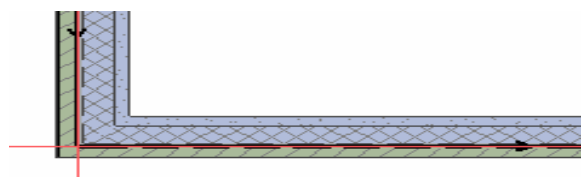
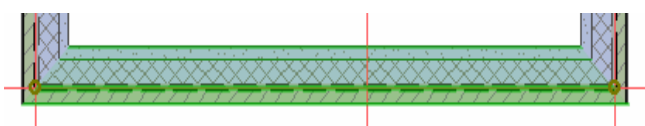

Рис. 40
Рис. 41
7. Выберите команду-переключатель **Вид > Параметры вывода на экран > Линии привязки стен и балок**, чтобы показать линии привязки стен. Она переключает видимость линий привязки стен и балок. Линия привязки стены — это толстая линия с направляющей стрелкой (рис. 40). Это очень важная информация, так как стены создаются на основании их линий привязки. Чтобы стены пересекались и соединялись должным образом, необходимо поддерживать точное соединение и пересечение их линий привязки. Как можно заметить, линии привязки этих стен располагаются на их наружных сторонах (рис. 41). Этот факт окажется весьма важным при выполнении последующих шагов.